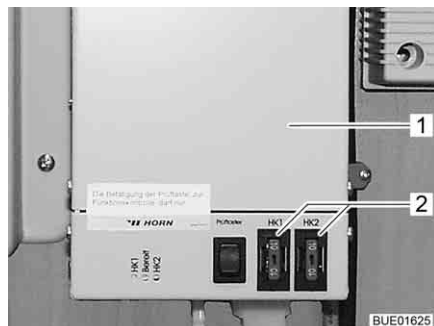

Fig. 180 Regolatore riscaldamento per tubazioni delle acque grigie
I fusibili si trovano sul regolatore (Fig. 180,1).
- Sostituire il fusibile (Fig. 180,2).